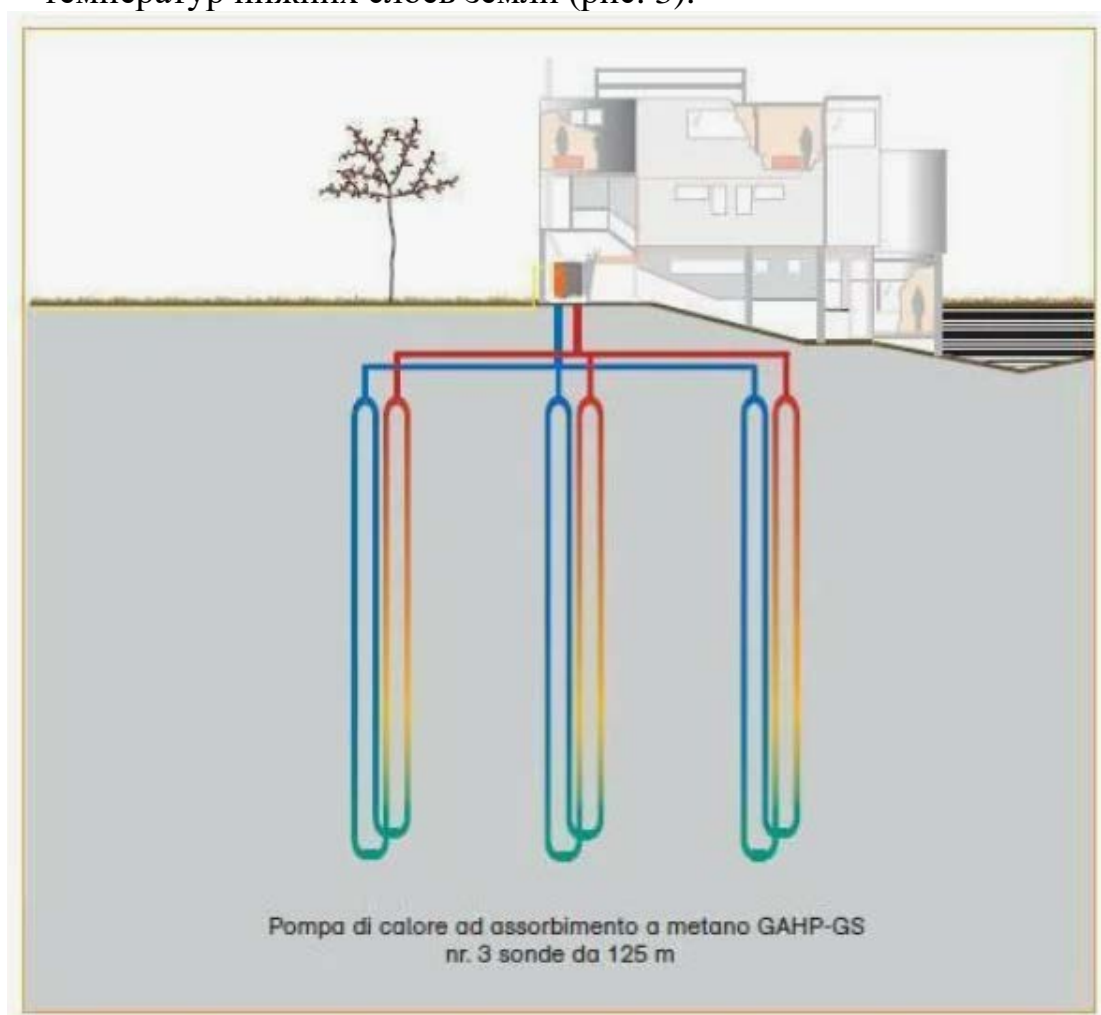

Рисунок 3 – Схема геотермального теплового насоса [3]
- Геотермальные тепловые насосы (ГТН). Как видно из самого названия, насосы данного типа используют тепло из недр земли для горячего водоснабжения или охлаждения зданий, благодаря постоянству значений температур нижних слоев земли (рис. 3).